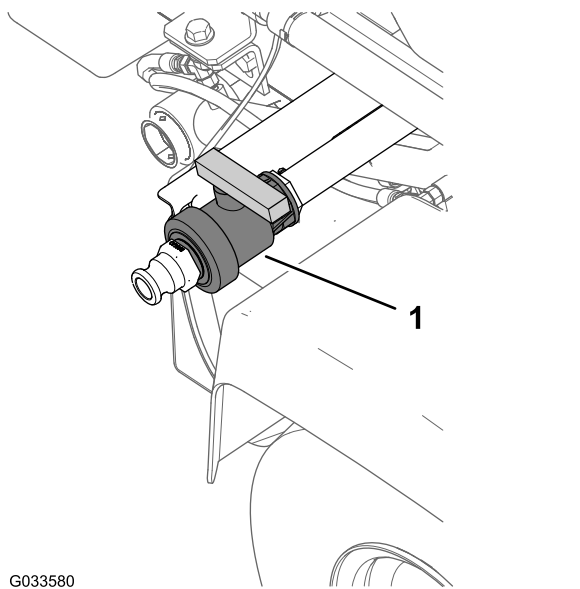

Figura 82
2. La valvola di spurgo del serbatoio è situata sul lato sinistro della macchina (**Figura 82**).